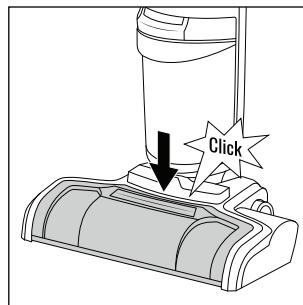

Fig. 42
- ◆ Tras esto, presione la protección antisalpicaduras **7** para volver a colocarla en su posición hasta que encastre audiblemente en el pie del aparato **3** (consulte la fig. 42).